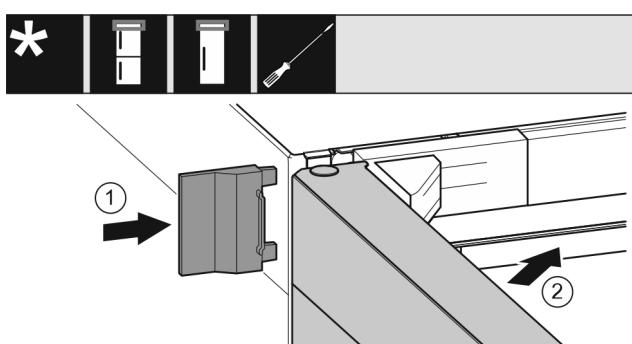

Fig. 23
- Надвиньте внешнюю крышку Fig. 23 (1).
- Закройте верхнюю дверь Fig. 23 (2).